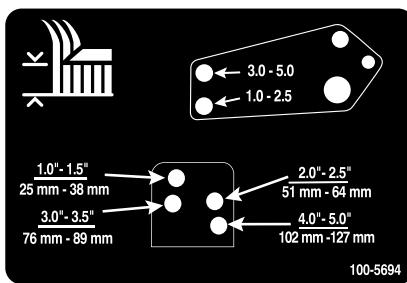

Figura 31
10. Alinhe os orifícios do elemento de ligação do amortecedor com os orifícios da altura de corte desejada na estrutura da plataforma do cortador e monte os respetivos pinos de segurança e contrapinos tipo grampo (Figura 31).